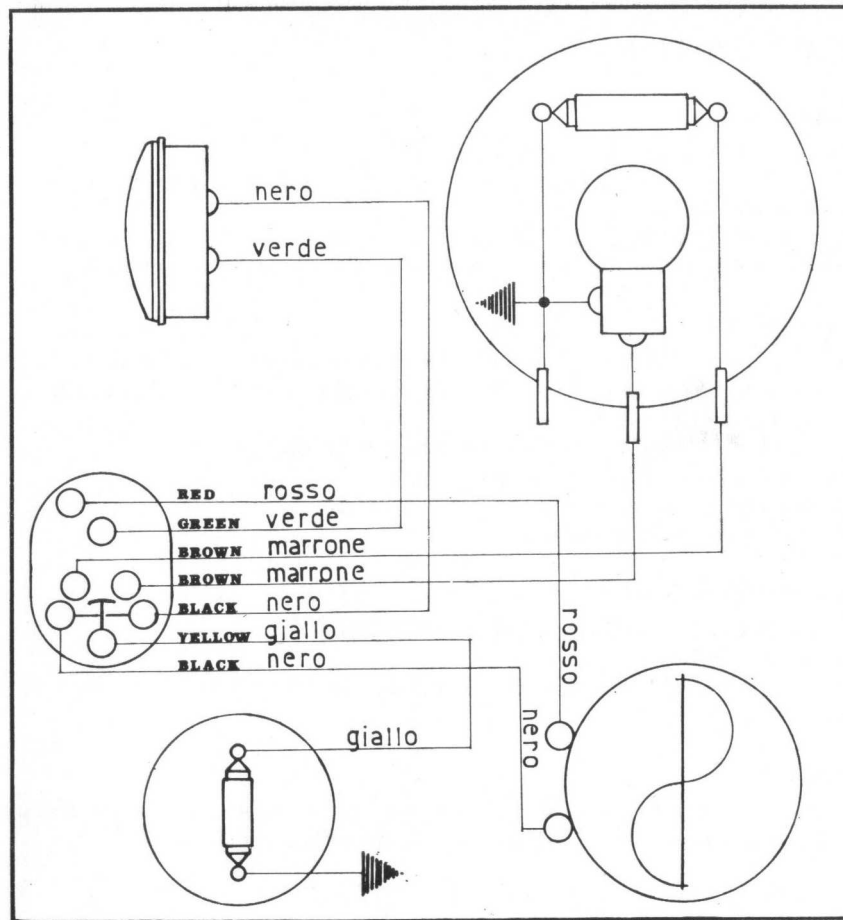

fig. 18
Vedi schema elettrico fig. 18.
- controllare l'impianto elettrico (ved. schema fig. 18) ed il collegamento elettrico fra il motore ed il telaio.